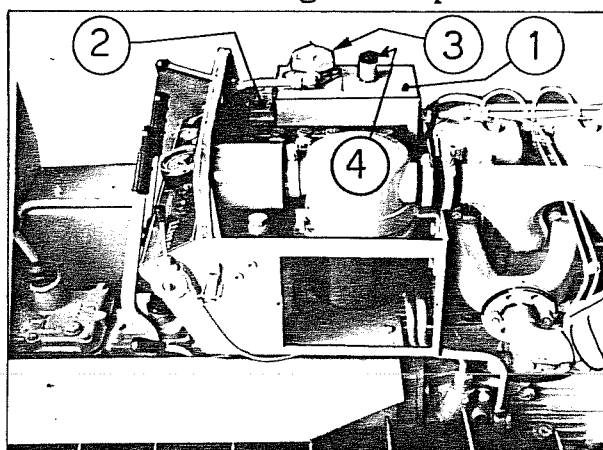

fig. 6
-una pompa ad ingranaggi, accoppiata anteriormente al motore, aspirante l'olio dal serbatoio (1 fig.6).
-un distributore idraulico (2 fig.6) a tre posizioni per il comando dei cilindri.
-un filtro (3 fig.6) dell'olio allo scarico nel serbatoio.
8.5 -SOLLEVATORE IDRAULICO (FIG. 6 e 11)
Controllare il livello dell'olio ogni 150 ore di lavoro con l'apposito tappo munito di asta livello (4 fig.6) ed eventualmente aggiungere olio.
Ogni 30 ORE DI LAVORO smontare il filtro dell'olio (3 fig. 6) , lavandolo con petrolio pulito e soffiandolo con aria compressa in modo da rimuovere sia le impurità , sia ogni traccia di petrolio di lavaggio.